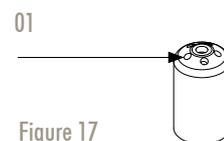

Figure 17
6. Enlevez le gicleur vapeur du récipient et nettoyez celui-ci à fond avec de l'eau chaude et une brosse. Veillez à ce qu'aucun dépôt de lait ne s'accumule sur les orifices vapeur (fig. 17).